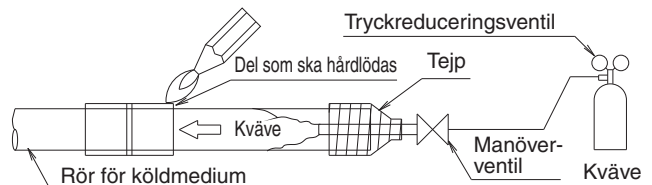

Bild 9
- Vid hårdlödning av köldmediumrör ska kvävetömning först göras, eller också ska hårdlöningen (FÖRSIKTIGT 2) göras medan kväve matas in i köldmediumrören (FÖRSIKTIGT 1). Slutligen ska inomhusenheten anslutas med kragkopplingarna. (Se bild 9.)